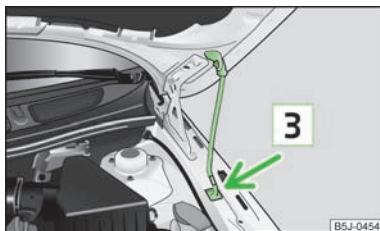

Abb. 114 Sicherung der Motorraumklappe mit der Klappenstütze
- Die Klappenstütze aus der Halterung nehmen und die geöffnete Klappe sichern, indem das Ende der Klappenstütze in die dafür vorgesehene Öffnung **3** » Abb. 114 gesetzt wird.